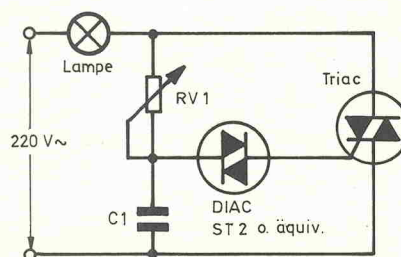

Bild 12. Prinzipschaltung einer einfachen Dimmerschaltung bei Verwendung einer Diac-Triggerdiode.
- Verwendung einer Diac-Triggerdiode und eines RC-Netzwerks, wie in der Prinzipschaltung Bild 12 dargestellt.
In der Schaltung Bild 12 gelangt daher ein mit dem Phasenschiebernetzwerk RV1-C1 verschobenes Abbild der Netzspannung an die Triggerdiode. Immer dann, wenn die an C1 stehende Spannung 35 V übersteigt, schaltet die Diode durch und liefert einen Triggerimpuls an das Gate des Triacs. Dieser geht in den Leitungsstand und legt die Netzspannung an die Glühlampe. Gleichzeitig wird damit die Steuerungsspannung für das Phasenschiebernetzwerk kurzgeschlossen. Die mittlere, zur Lampe gelangende Leistung (integriert über eine vollständige Halbperiode) läßt sich daher mit RV1 von nahezu Null bis zum Maximum verstellen.